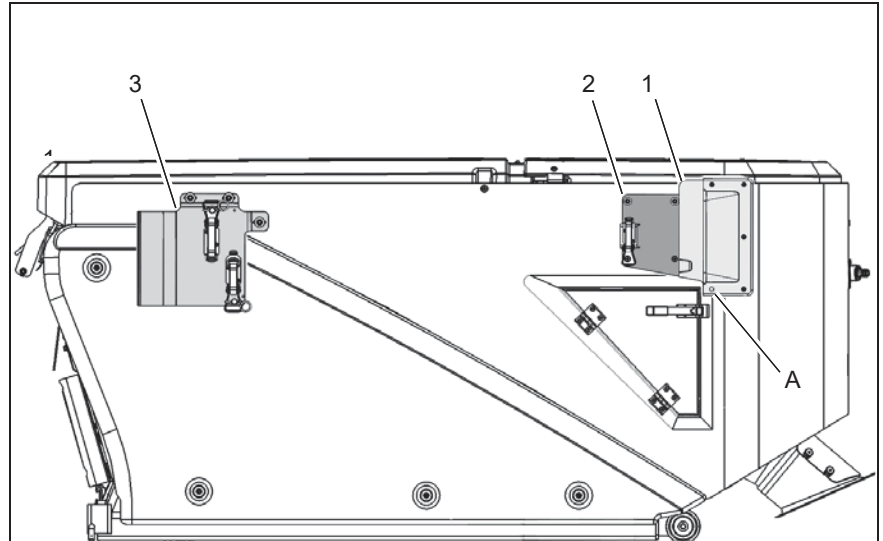

Abb.3
- 3x Verschlusslager (Abb. 3/4)
1. Den Schutz (Abb. 3/1) mit fünf Linsenflanschschauben M6x20, Muttern und Scheiben am rechten Halter (Abb. 3/2) montieren.
Hinweis Die Linsenflanschschaube (Abb. 3/A) von unten montieren und die Schutzkappe auf die Mutter stecken.
2. Den rechten Halter (Abb. 3/2) mit drei Linsenflanschschauben M8x25, Muttern und Scheiben am Kehrgutbehälter montieren.
3. Den linken Halter (Abb. 3/3) mit drei Linsenflanschschauben M8x16, Muttern und Scheiben am Kehrgutbehälter montieren.